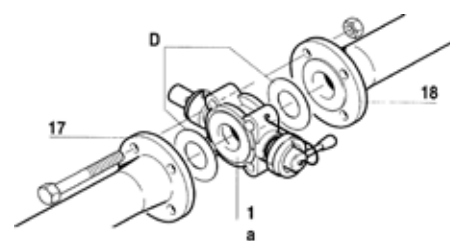

Figura 5
6.2.1 Instalación paso a paso (Figura 5, 6)